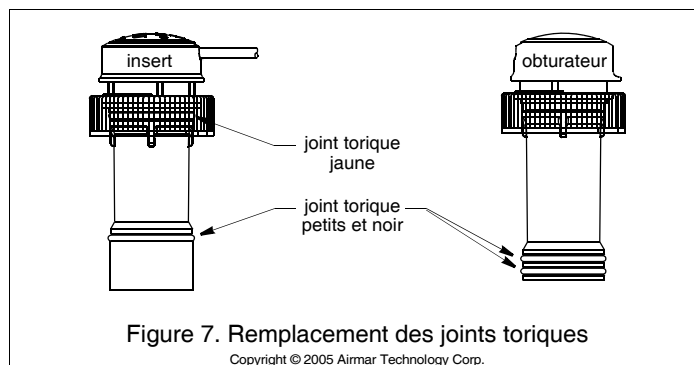

Figure 7. Remplacement des joints toriques
1. Les joints toriques doivent être intacts et bien lubrifiés pour assurer une parfaite étanchéité. Inspectez les joints toriques de l'obturateur et remplacez-les si nécessaire, lubrifiez-les avec la graisse silicone fournie ou du gel de paraffine (Vaseline®) (voir Figure 7).